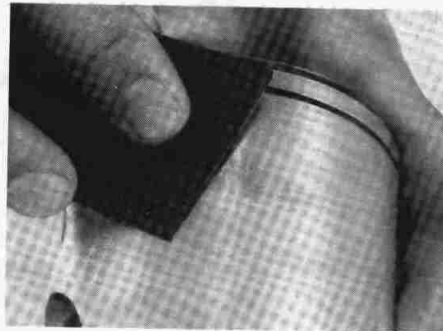

Fig. 3-4-12
4. Remove score marks and lacquer deposits from sides of piston using 400 – 600 grip wet sandpaper. Sand in a cross-hatch pattern. Do not sand excessively. (Fig. 3-4-12)
4. Enlevez les rayures et les dépôts glacés sur les côtés du piston en utilisant un papier de verre humide 400 – 600 grains. Passez au papier de verre en effectuant des mouvements en croissillon. Faites-le sans excès. (Fig. 3-4-12)